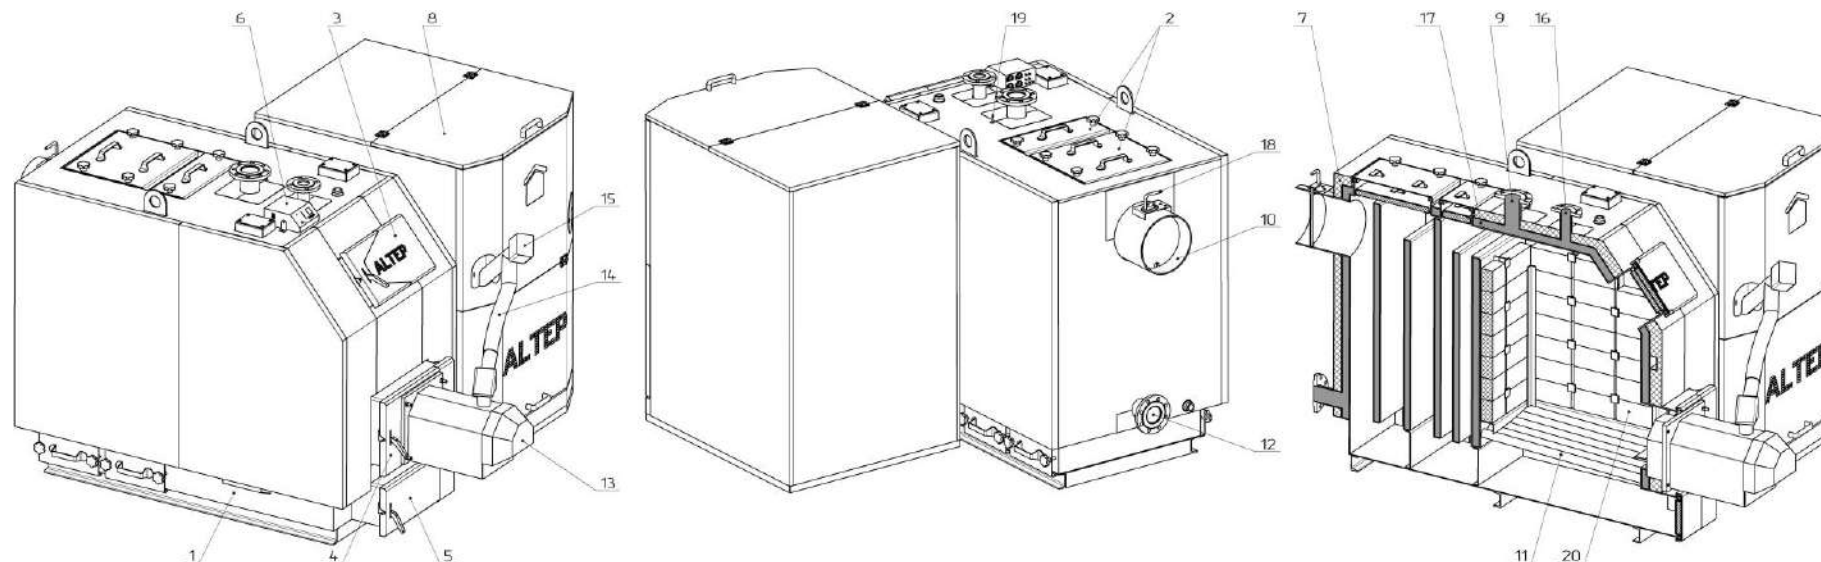

Рисунок 2 – Внешний вид и основные элементы котла типа КТ-3Е-РР
Корпусом котла (поз. 1, рис. 2) является параллелепипед с двойными стенками, разделенными водными перегородками (поз. 17, рис. 2). Топочная камера расположена перед двухходовым теплообменником.
- шнекового (винтового) механизма подачи топлива, который приводится в движение мотор-редуктором (поз. 15, рис. 2);
- автоматической пеллетной горелки (поз. 13, рис. 2);
- электронного контроллера температуры (поз. 6, рис. 2).
Топливо для процесса сжигания подается автоматически из расположенного возле котла бункера для топлива (поз. 8, рис. 2) с помощью винтового (шнекового) механизма подачи. Шнековый механизм соединяется с горелкой гибким гофрированным рукавом (поз. 14, рис. 2), который изготовлен из легкоплавкого материала. Сгорание топлива (пеллеты) происходит в камере сгорания горелки на подвижном колоснике, который изготовлен из жаропрочной стали. Камера сгорания горелки выполнена из огнестойкой керамики.
Обслуживание котла заключается в периодическом добавлении топлива в бункер (поз. 8, рис. 2) и устранении золы из нижней части корпуса котла без необходимости погашения котла. После розжига котел не требует постоянного присутствия обслуживающего персонала в помещении, где он смонтирован. Эксплуатация котла может происходить непрерывно в течение всего отопительного сезона. Котел может также работать после отопительного сезона в системе с бойлером для горячего водоснабжения.
Дымовые газы выходят в дымоход через боров (поз. 10, рис. 2), расположенный в задней части котла. Боров оснащен встроенным дроссельным клапаном продуктов сгорания – шибером (поз. 18, рис. 2). В случае слишком высокой тяги в дымоходе шибер дает возможность снизить ее путем частичного перекрытия выходного отверстия борова
- дверцы топки (поз. 3, рис. 2);
- дверцы горелки (поз. 4, рис. 2);
- дверцы зольника (поз. 5, рис. 2).
- патрубок прямой сетевой воды (поз. 9, рис. 2);
- штуцер для установки предохранительного клапана (поз. 16, рис. 2);
- гильза для датчика температуры котла (поз. 19, рис. 2);
- дверцы для периодического обслуживания (чистки) конвекционной части котла (поз. 2, рис. 2).
В нижней части, на задней стенке, – патрубок обратной воды (поз. 12, рис. 2) и сливной патрубок.
Корпус котла обложен теплоизоляционным материалом – минватой (поз. 7, рис. 2).
Для обеспечения возможности работы котла в режиме ручной загрузки топлива в топку (например, дров), в нижней части топки размещена колосниковая решетка (поз. 11, рис. 2). Кроме того, на верхней стенке корпуса котла предусмотрено посадочное место для монтажа вентилятора (закрытое заглушкой), который будет нагнетать воздух в камеру сгорания (управление вентилятором осуществляется контроллером автоматически).
Для стабилизации процесса сгорания топлива, возможно, как опция, заказать модификацию котла с установленными керамическими катализаторами (поз. 20, рис. 2).